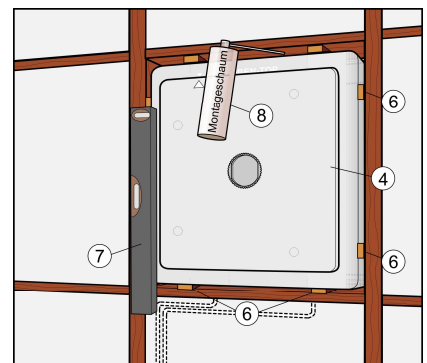

Abb. 5
Achtung! Der Mauerkasten muss sorgfältig eingesetzt werden. Ein Ausrichten des Gerätes nach der Montage des Mauerkastens ist nicht mehr möglich. Den Hohlraum zwischen Mauerkasten und Wanddurchbruch mit Bauschaum (8) oder anderen geeigneten Isolationsmaterialien umlaufend und durchgängig ausschäumen und befestigen. (Abb. 5)